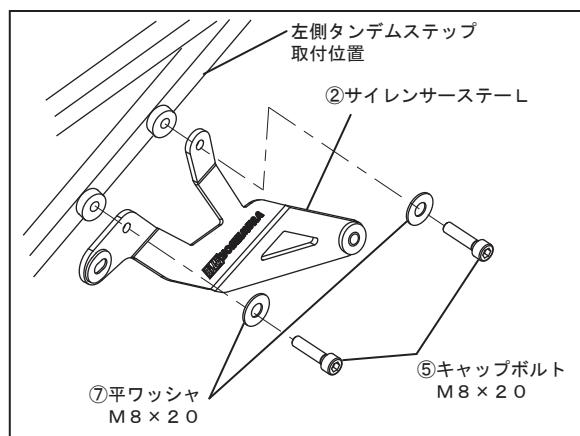

FIG. 5
- 車両左側のタンデムステップ取り付け位置に、⑦平ワッシャM8×20と⑤キャップボルトM8×20を使用して、②サイレンサーステーLを規定トルクで締め付けて下さい。 (FIG. 5 参照)